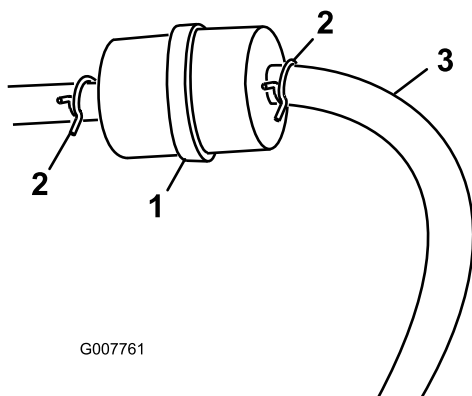

Figura 29
3. Premete le estremità delle fascette stringitubo ed allontanatele dal filtro (Figura 29).
5. Montate un nuovo filtro ed avvicinate le fascette stringitubo al filtro (Figura 29).
3. Allentate la fascetta stringitubo e spostatela in alto sul tubo del carburante, lontano dal filtro del carburante (Figura 29).
4. Scollegate il tubo del carburante dal filtro del carburante (Figura 29).
Nota: Lasciate spurgare la benzina in una tanica apposita o in una bacinella (Figura 29).
5. Collegate il tubo del carburante al filtro del carburante. Infilate la fascetta vicino al filtro del carburante, per fissare il tubo del carburante (Figura 29).